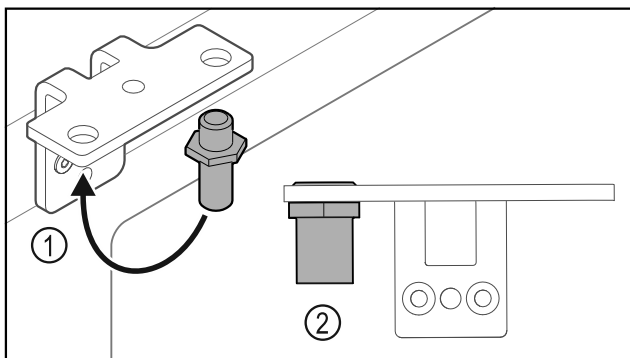

Fig. 27
- Přesadte čep Fig. 27 (1) v úhelníku závěsu.
- Utáhněte čep Fig. 27 (2) **utahovacím momentem 12 Nm**.